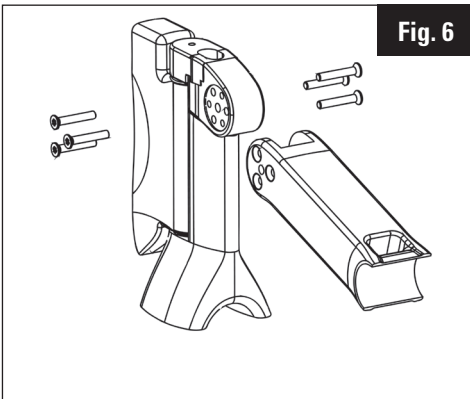

Fig. 6
5. Aplique una ligera presión en los conos para que permanezcan en posición en la horquilla (Fig. 6).